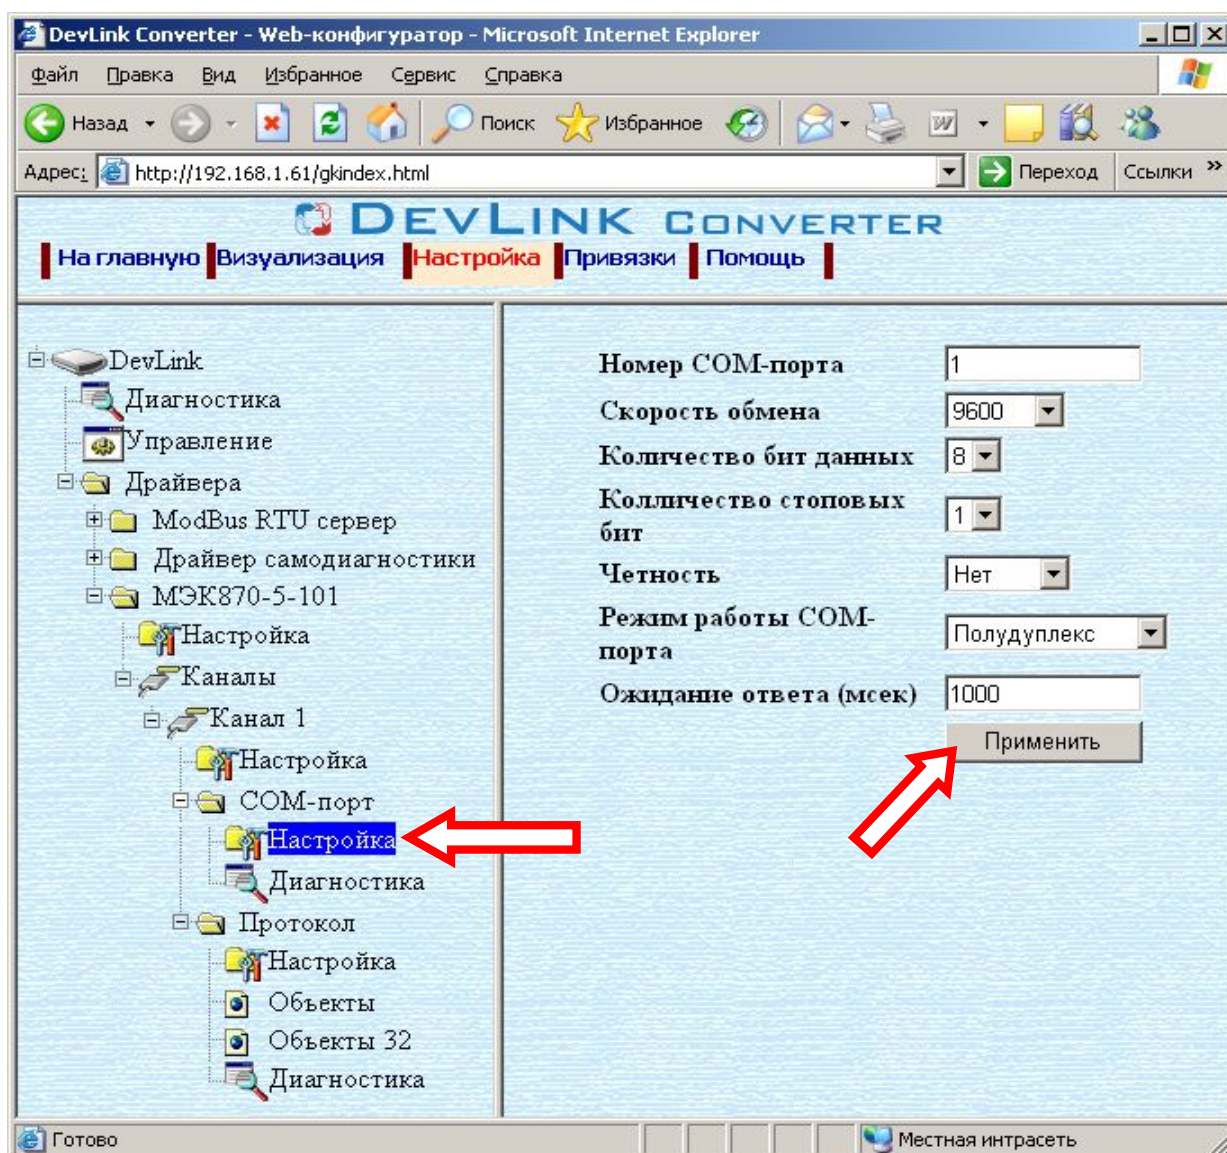

Рисунок 3.7 – Настройка COM-порта
- Выберите в дереве объектов *папку «Настройка»* COM-порта нужного канала драйвера (рисунок 3.7).
- Задайте необходимые настройки и для их применения нажмите кнопку «Применить» (рисунок 3.7).